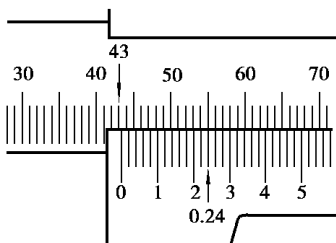

图 1.2.6 最小刻度为 0.02 mm 的游标卡尺的读数
2. 最小刻度为 0.02 mm 的游标卡尺的读数 (如图 1.2.6 所示):